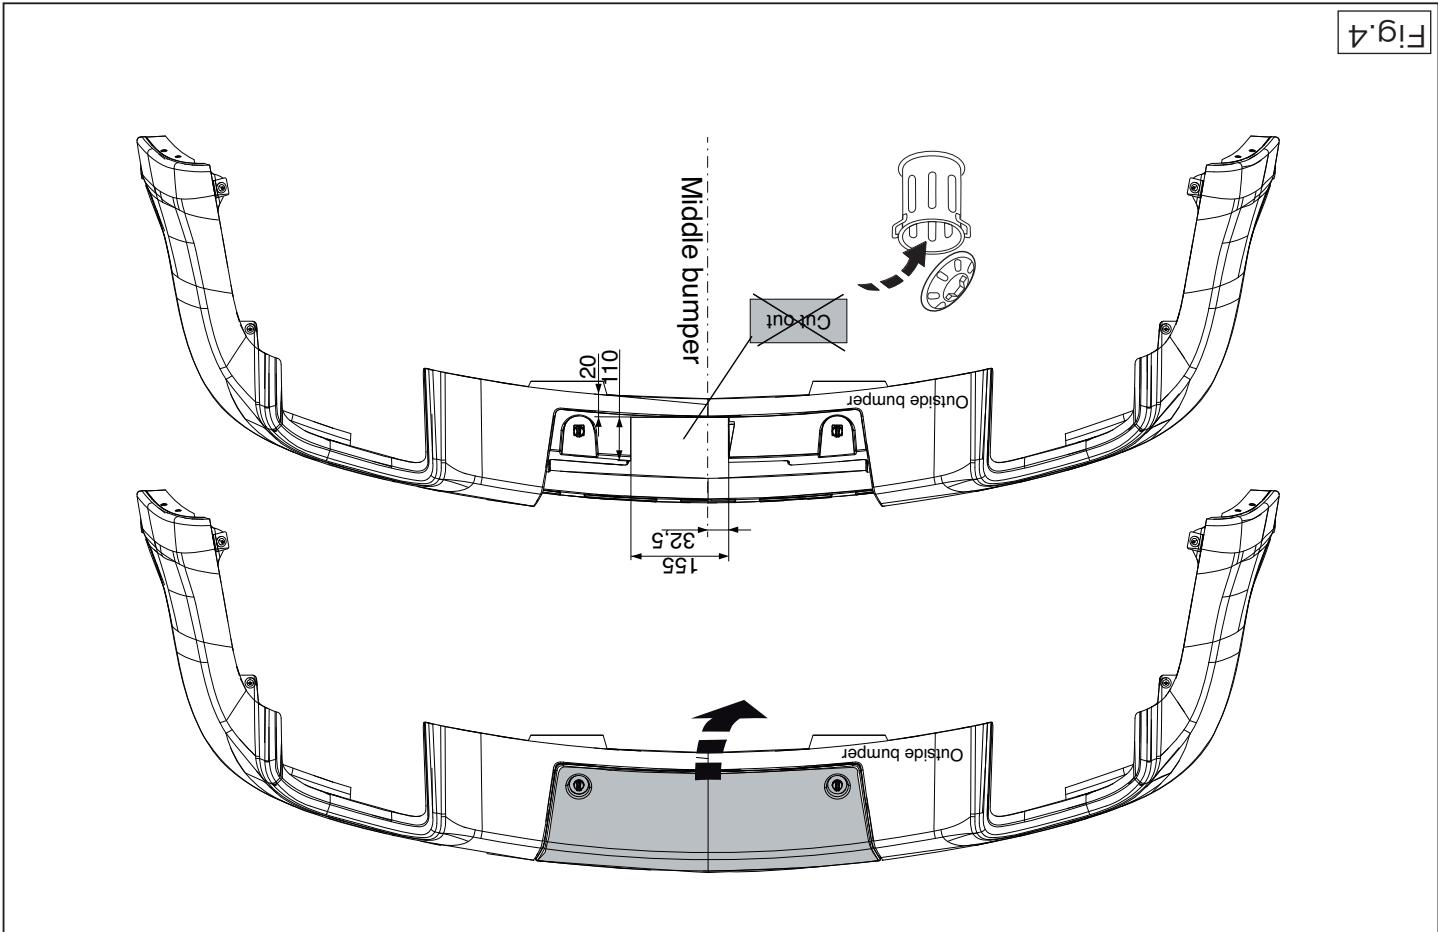

Fig.4
12. Saw out the portions as indicated in fig. 4.
12. Gemäß Abb. 4 die angegebenen Teile heraussägen.
- 12. Serrer les parties indiquées conformément à la figure 4.
12. Såga ut delarna enligt fig. 4.